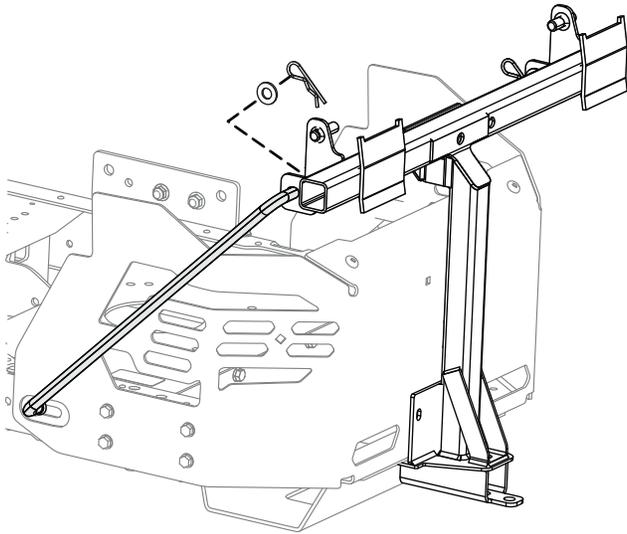

Bild 17
7. Setzen Sie das gebogene, flache Ende einer Stange in den verkeilten Schlitz an der linken Seite des Maschinenrahmens ein und bewegen die Stange nach hinten, damit sie im Rahmen sitzt (**Bild 17**).
8. Setzen Sie die gebogenen Enden der Stangen in die Anbaugerätbefestigung ein, wie in Bild 17 abgebildet, und befestigen Sie das Ende jeder Stange mit einer Scheibe und einem Splint.